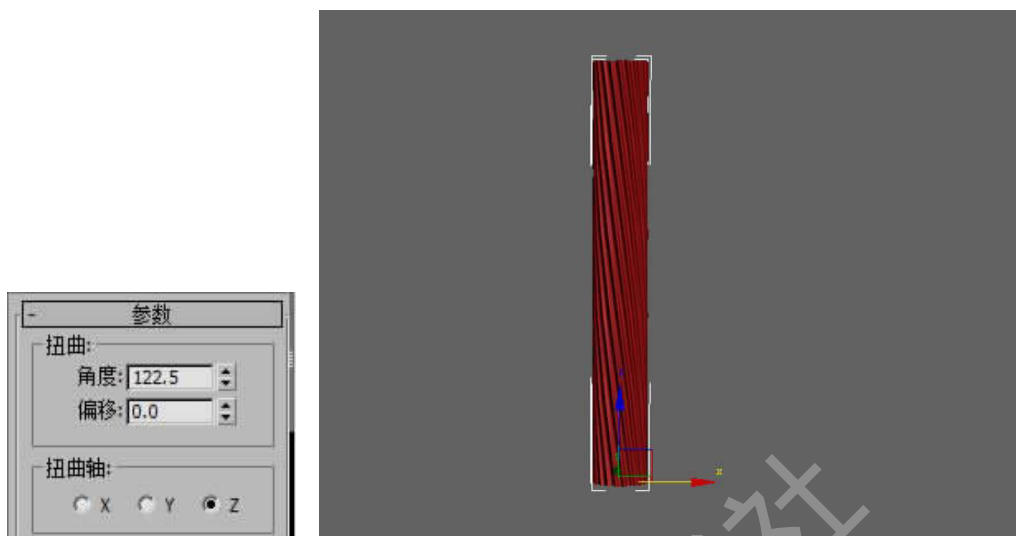

图 2-63 添加扭曲
Step 7. 进入  修改面板, 在修改列表中选择扭曲修改器, 如图 2-63 所示。